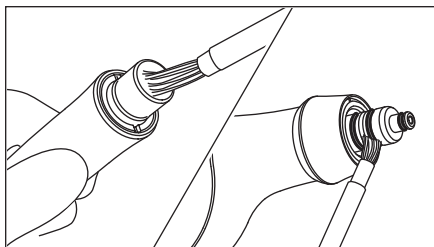

Fig. 11
- 1) Rengjør forsiktig innsiden av håndstykkets koblingsdel og delen med pulverkammerets O-ringer med den vedlagte rengjøringsbørsten. (Fig. 11)